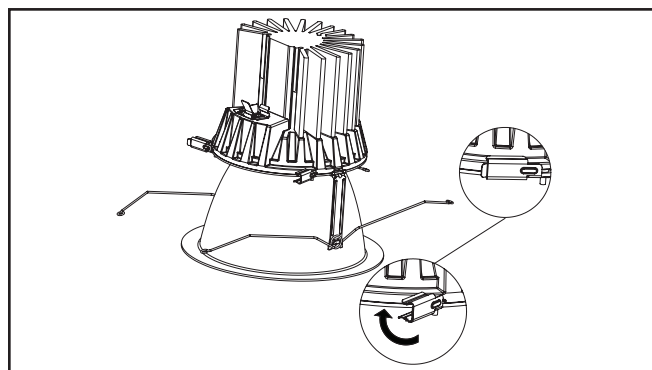

Figure 7.
3. Tournez les attaches latérales (3) en place pour fixer fermement l'assemblage de la garniture au moteur lumineux à DEL (Figure 7).